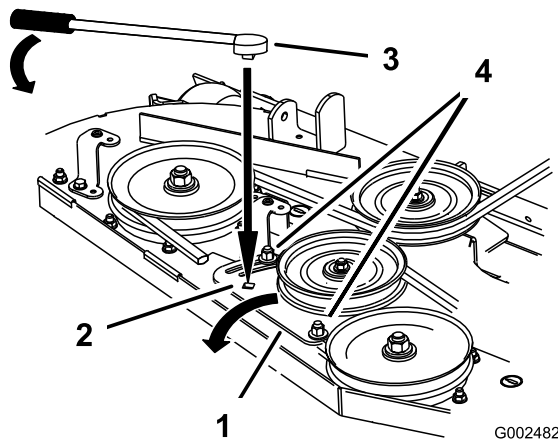

Figura 53
- Si es necesario realizar un ajuste, afloje la chapa de la polea tensora para ajustarla (Figura 53).
- Introduzca una llave de carraca en el taladro cuadrado de la chapa de la polea tensora del cortacésped para ajustar la tensión (Figura 53).
- Para aumentar la tensión de la correa, gire la llave de carraca para desplazar el brazo de la polea tensora fija hasta que note una mayor resistencia y la polea tensora tensada con muelle deje de moverse (Figura 53).
8. Manteniendo la tensión de la correa, apriete los pernos que fijan la chapa de la polea tensora (Figura 53).
10. Ajuste la tensión de la correa y de la chapa de la polea tensora, si es necesario, y apriete firmemente todos los herrajes (Figura 53).